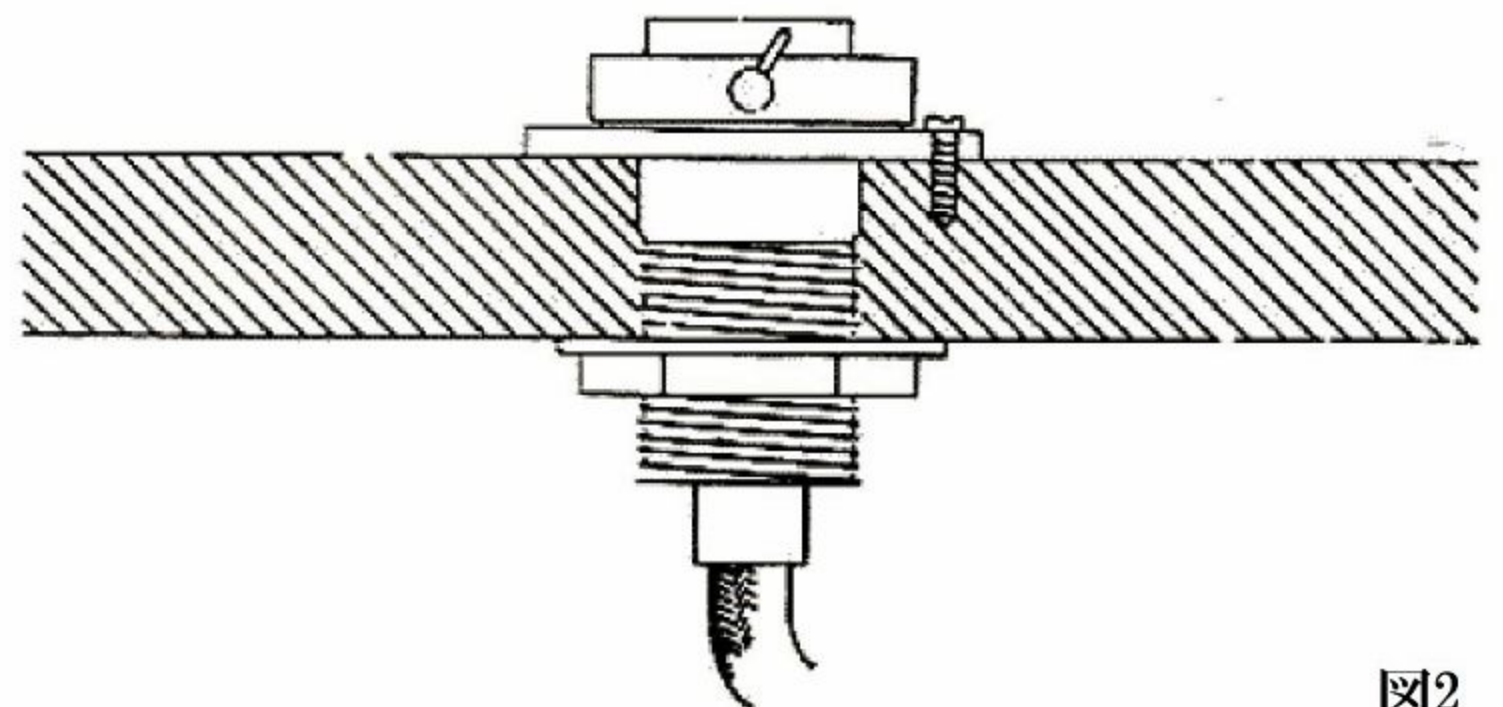
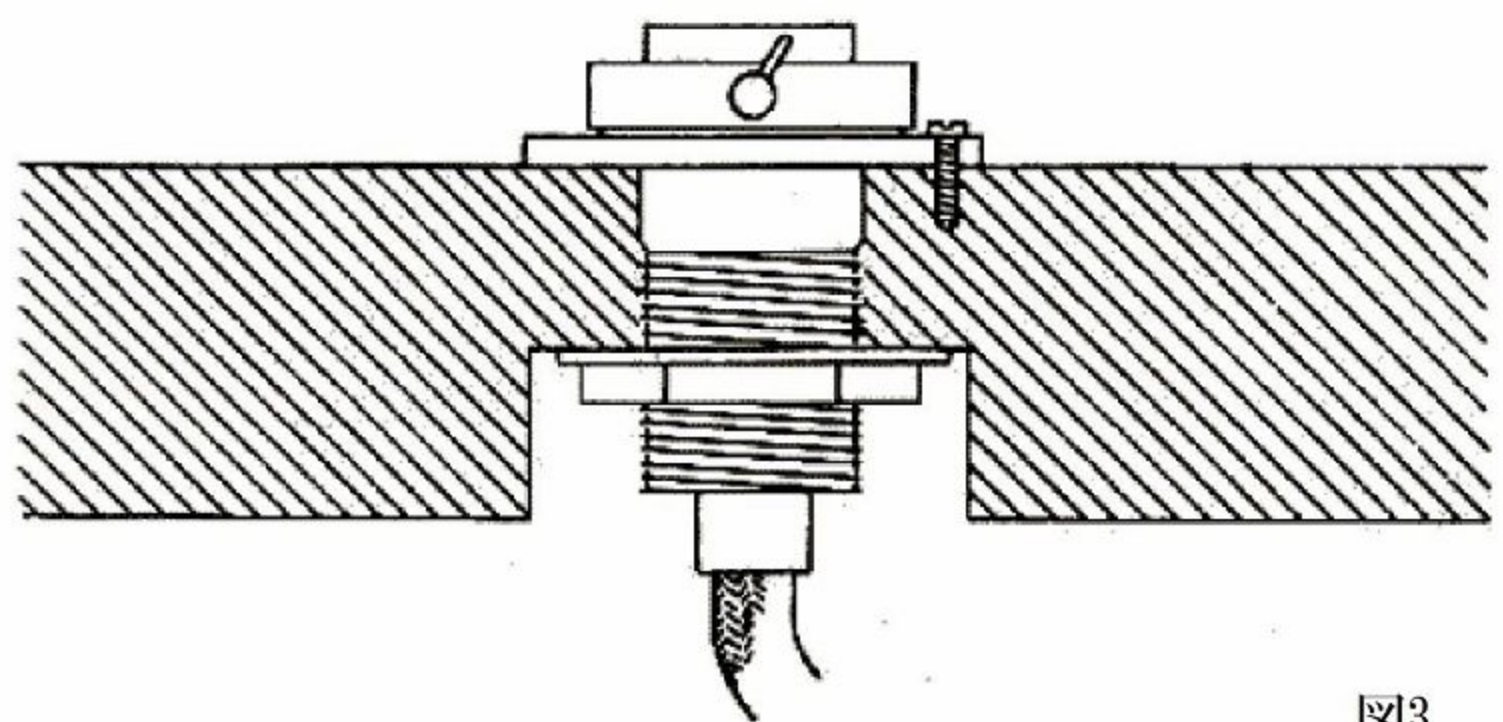

図2
図3
5)図2に示すように、トーンアームを取り付け穴に挿入します。次に、保持ネジを上から固定します。次に、モーターボードの下側にあるナットを締めてベースを固定します。厚さ30mm以上の基板を使用する場合は、図3のように下側に穴を開けてからアームを取り付けます。